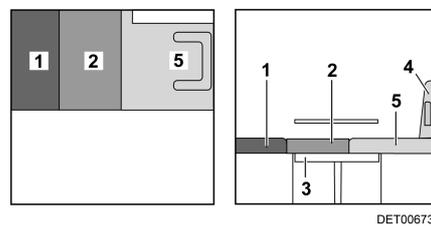

Bild 50 Nach dem Umbau
- Das Sitzpolster (Bild 50,2) nach vorn ziehen.
- Das Rückenpolster (Bild 50,1) zwischen das Sitzpolster und die Rückwand legen.
- Das Zusatzpolster (Bild 50,5) auf den Fahrersitz legen.
- Fahrersitz (Bild 50,4) gegebenenfalls wieder nach hinten schieben.